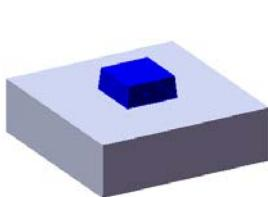
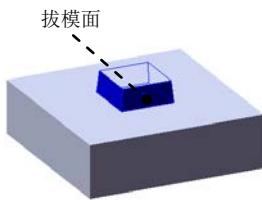

图 10.7 拔模特征
图 10.8 拔模面
(3) 定义拉伸深度属性。采用系统默认的深度方向。在“凸台—拉伸”对话框的**方向 1**区域的**下拉列表**中选择**给定深度**选项，在**D₁**文本框中输入深度值 1.20。
(4) 单击✓按钮，完成凸台—拉伸 2 的创建。
Step4. 创建图 10.7 所示的零件特征——拔模。
(1) 选择命令。选择下拉菜单插入(I) → 特征(F) → 拔模(D)... 命令(或单击“特征(F)”工具栏中的Mold Draft按钮)。
(2) 定义拔模面。选取图 10.8 所示的面为拔模面。